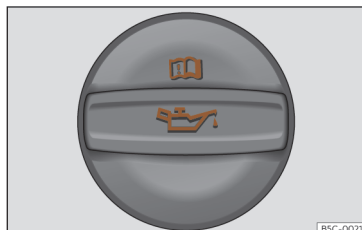

Fig. 200 Dans le compartiment-moteur : couvercle de l'orifice de remplissage d'huile moteur.
- Retrouvez l'orifice de remplissage d'huile moteur. Il peut être reconnu par le symbole  qui se trouve sur le couvercle >>> **fig. 200**.
- Dévissez le couvercle de l'orifice de remplissage d'huile moteur >>> **fig. 200**.